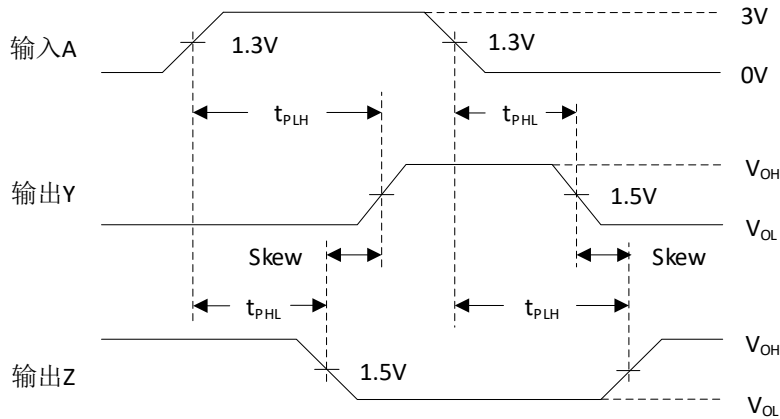

图 2. 传输延时时间和输出斜交时间
4. 测试传输延时时间和输出斜交时间。需要断开 S1 和 S2, 对应的测试波形如图 2。